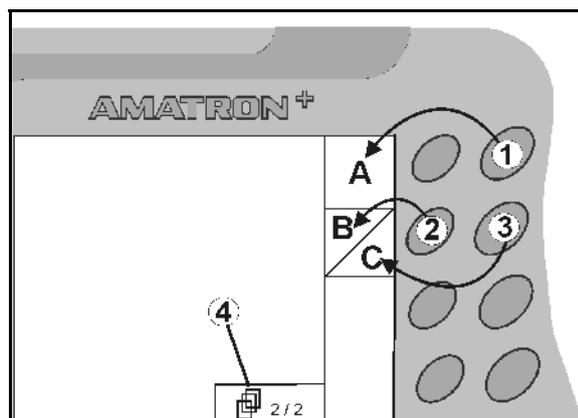

Fig. 7
- Hvis det bare vises kvadratiske felt på displayet, er det bare høyre tast (Fig. 7/1) som er tilordnet funksjonsfeltet (Fig. 7/A).
- er den venstre tasten (Fig. 7/2) tilordnet funksjonsfeltet oppe til venstre (Fig. 7/B).
- er den høyre tasten (Fig. 7/3) tilordnet funksjonsfeltet nede til høyre (Fig. 7/C).
<ul style="list-style-type: none"> • Bla i flere menysider (bare mulig når symbolet (Fig. 7/4) vises på displayet)